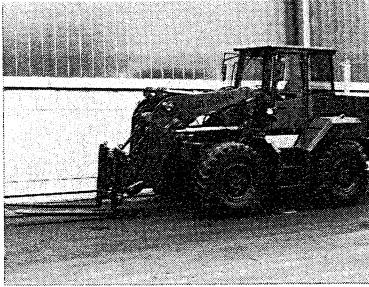

Bild 6-4
- Bild 6-4 zeigt Staplervorsatz in unterster Stellung.
- Figure 6-4 shows the fork-lift attachment in the lowest position.
- Sur fig. 6-4, le palettiseur est représenté dans la position la plus basse.